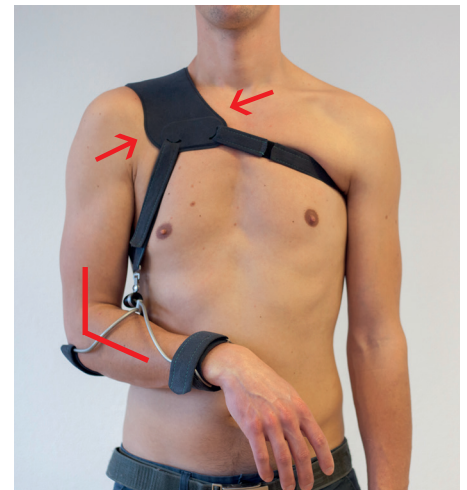

Abbildung 10: Die Schulterkappe liegt zu weit vorne und der Arm hängt zu weit herunter.
9. Falls die Subluxation unvollständig aufgehoben wird (Abb. 10), muss die Ellenbogenbandage näher zum Oberarm geschoben werden. Wird die Subluxation überkompensiert, was sich zum Beispiel in einer Zunahme der Schmerzen äußern kann, sollte die Ellenbogenbandage näher zum Handgelenk geschoben werden.